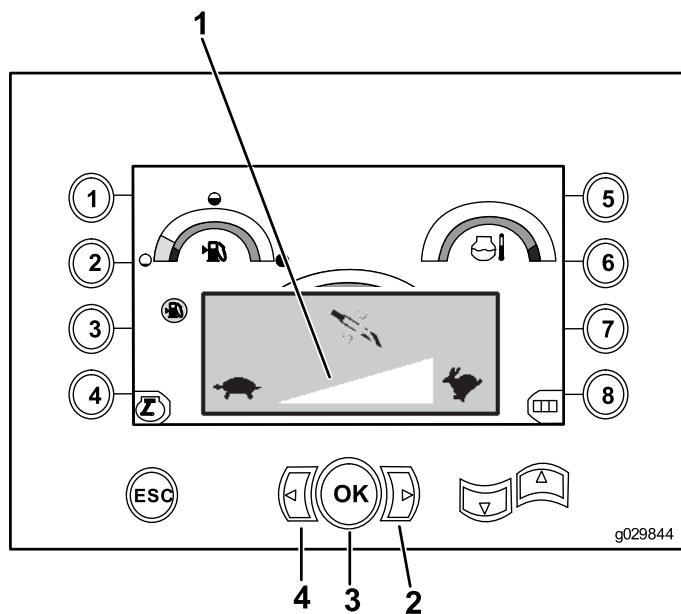

Figura 5
2. Pulse la tecla de flecha izquierda para reducir la velocidad máxima, o pulse la tecla de flecha derecha para aumentar la velocidad máxima (Figura 5).
3. Suelte el botón OK para fijar la velocidad de rotación de la perforadora (Figura 5).